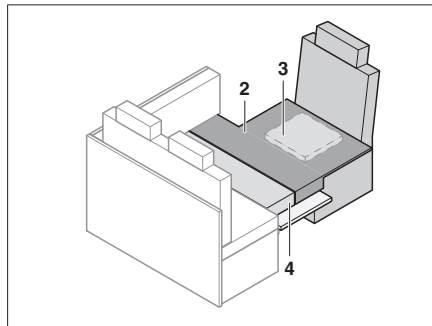

Bild 191 Nach dem Umbau
- Zusatzpolster auflegen (Bild 191).